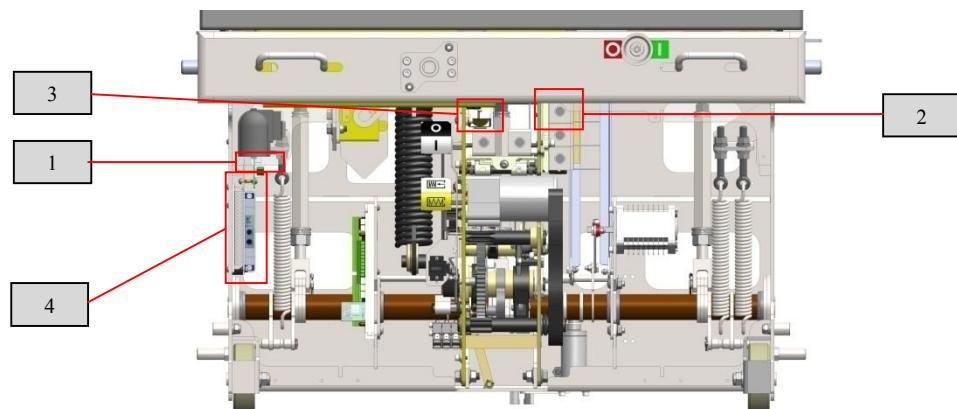

Рис. 8 Минимальный расцепитель напряжения
Опционально в выключатель устанавливается минимальный расцепитель напряжения (рис. 8). Минимальный расцепитель состоит из платы управления (1), электромагнита отключения (2) и электромагнита блокировки включения с микропереключателем (3). Дополнительно устанавливается реле времени (4).